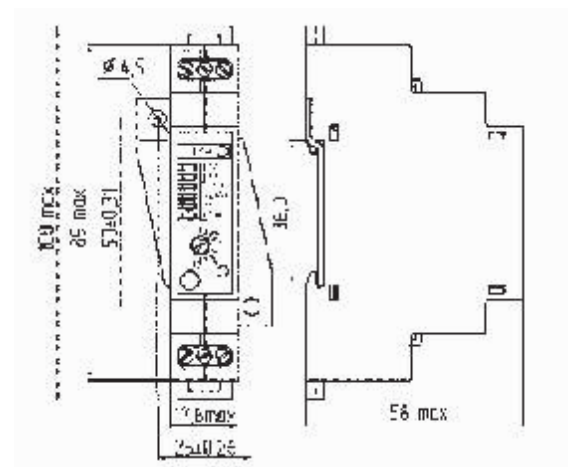

Рисунок 2. Реле с креплением винтами
- с розеткой типа 2 – крепление реле на DIN-рейку, с винтовыми зажимами для переднего присоединения проводников (рис. 2);
- винтами при помощи переходной пластины (рисунок 2).